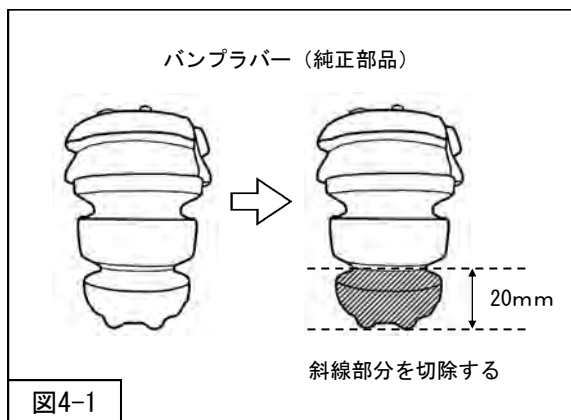

図4-1
1. バンプラバー (純正部品) の斜線部分を切除してください。(図4-1)